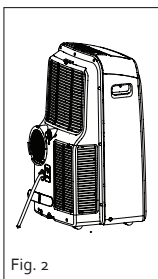
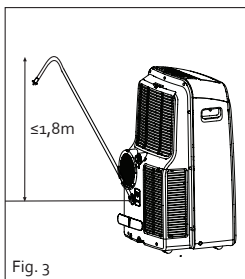

Fig. 2
Fig. 3
3. Zorg ervoor dat het water op een veilige en permanente manier kan wegvloeien (Fig. 2). Het water wordt uit het toestel opgepompt, hierdoor kan je de drainageslang ook omhoog brengen tot max.1,8 m (Fig. 3).